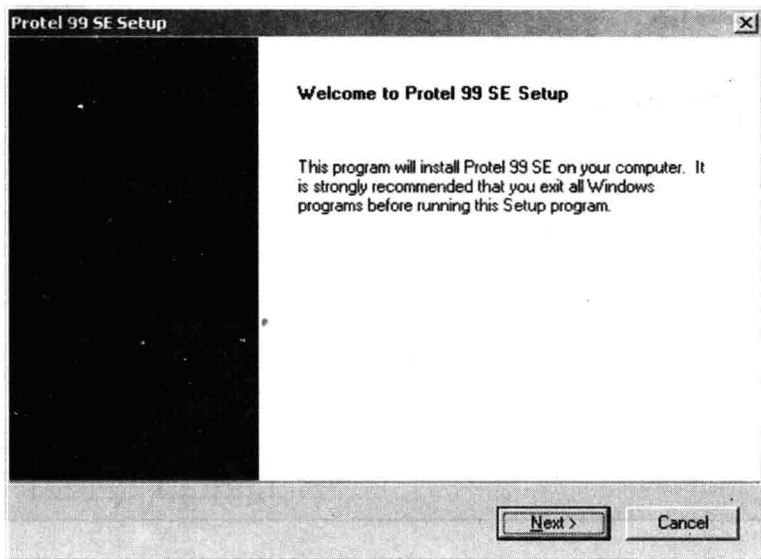

图 1-1 欢迎信息框
- (1) 将 Protel 99 SE 软件光盘放入计算机光盘驱动器中。
- (2) 放 Protel 99 SE 系统光盘后,系统将激活自动执行文件,屏幕出现图 1-1 所示的欢迎信息框。如果光驱没有自动执行的功能,可以在 Windows 环境中打开光盘中的 Protel 99 SE 文